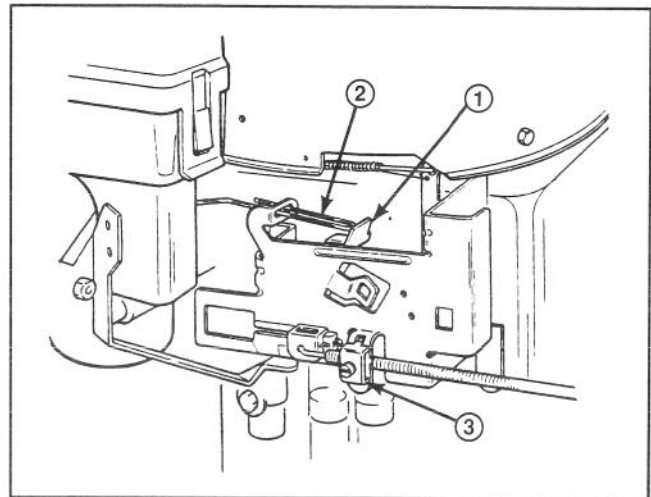

Abbildung 19
2. Der Gashebel sollte soeben mit der Chokeverbindung Kontakt nehmen (Abb. 19); wenn sich diese Teile nicht in der angegebenen Lage befinden, wird eine Einstellung erforderlich.
B. Die Drosselkabelklemme (Abb. 19) lösen und das Bowdenzugäußere und den Draht soweit bewegen, bis der Drosselhebel die Chokeverbindung berührt.